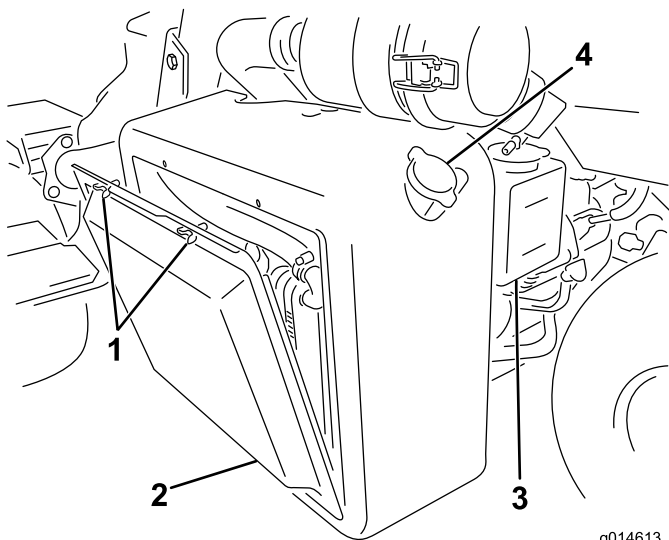
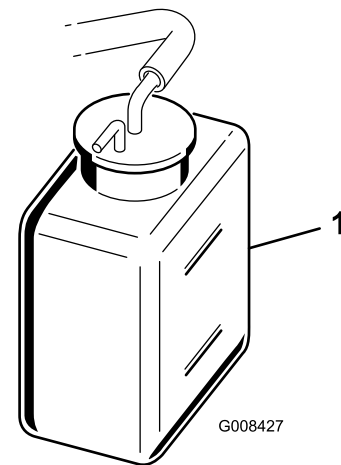

Figura 43
Figura 44
1. Retire o painel do radiador (Figura 43).
2. Verifique o nível do líquido de arrefecimento do motor (Figura 43 e Figura 44).